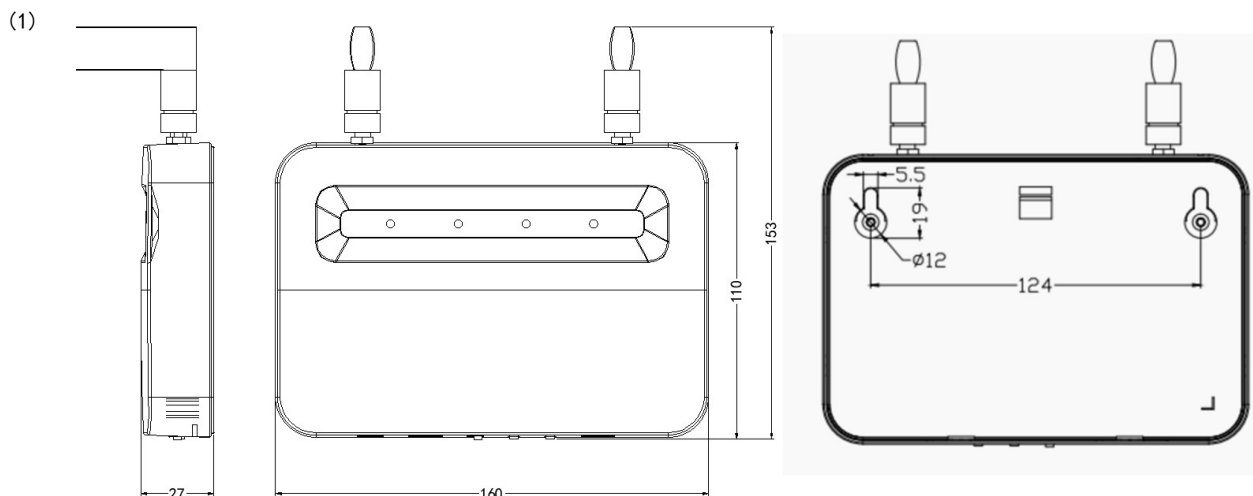

Figura 1: Aparência e dimensões (Unidade: mm)
- (1) Fixe os parafusos na parede de acordo com o espaçamento dos furos de montagem mostrado na Figura 1 e, em seguida, pendure o produto diretamente na parede usando os parafusos.
- (2) Conecte as duas antenas padrão às portas de antena do repetidor e certifique-se de que as antenas estejam bem fixadas.
- (3) Conecte o adaptador de alimentação DC 12 V ao repetidor e, em seguida, conecte o adaptador a uma tomada 220 V CA. Coloque o interruptor de alimentação do repetidor na posição ON. O indicador "OPERATION" deve acender dentro de alguns segundos.
- (4) Verifique a intensidade do sinal: Entre no menu da central e selecione "Outro → Operação → Consulta de Sinal". Insira o endereço do repetidor para consultar a intensidade do sinal do repetidor e de seus terminais sem fio conectados. A intensidade do sinal do repetidor e dos terminais sem fio deve ser maior que -100, e a relação sinal-ruído (SNR) deve ser maior que 0. A interface de consulta de intensidade do sinal é mostrada abaixo. O lado esquerdo representa o indicador de intensidade do sinal recebido RSSI e o lado direito representa a relação de ruído do sinal SNR: